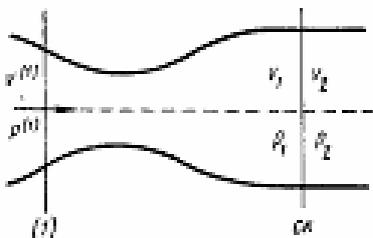

Рис. 14
71. В расширяющейся части сверхзвукового сопла возник прямой скачок уплотнения, в котором статическое давление возрастает в 6 раз. В некотором сечении сопла до скачка давление $p^{(1)} = p_2$ (см. рис. 14). Сравнить скорости $V^{(1)}$ и V_2 в тех сечениях до и после скачка, где скорости равны.